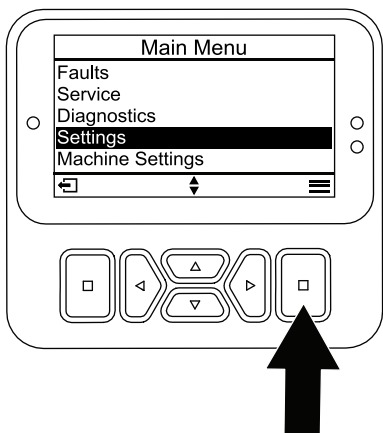

Figura 21
1. En MAIN MENU (menú principal), vaya al menú SETTINGS (Ajustes) y pulse el botón Seleccionar (Figura 21).